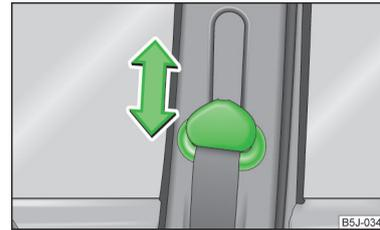

Fig. 7 Asiento delantero: ajuste de la altura del cinturón
- Presionar el herraje de inversión y desplazar en el sentido deseado, hacia arriba o hacia abajo » fig. 7.